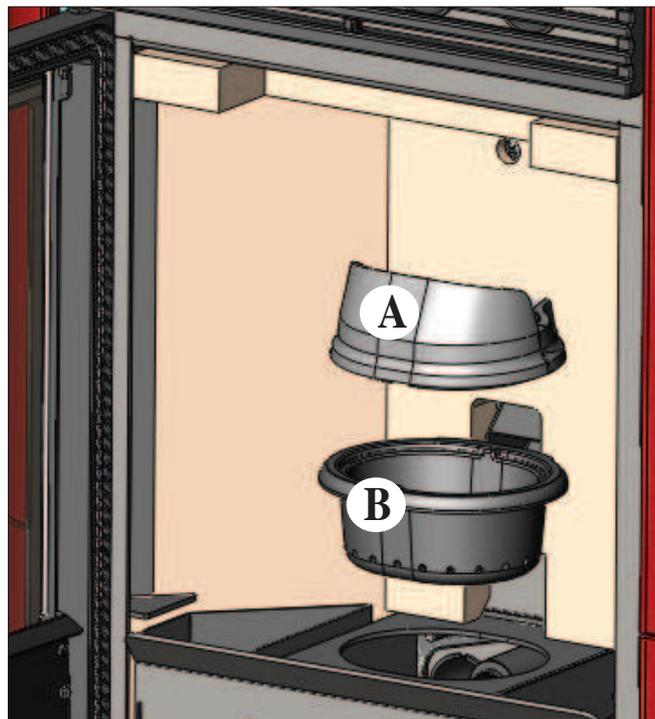
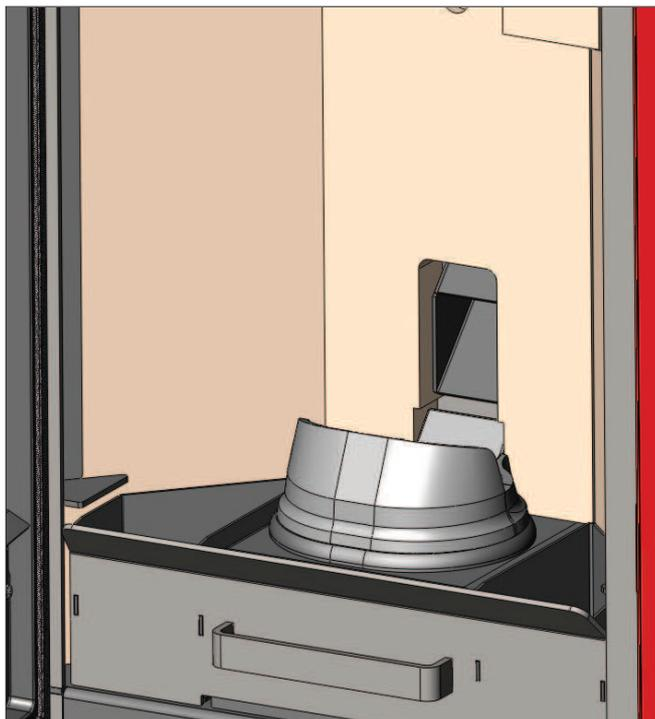

fig. 1
fig. 2
**Dopo la normale pulizia, il NON CORRETTO accoppiamento del crogiolo superiore (A) (fig. 1) con il crogiolo inferiore (B) (fig. 1) può compromettere il funzionamento della stufa. Quindi prima dell'accensione della stufa, assicurarsi che i crogioli siano accoppiati correttamente come indicato in (fig. 2) senza presenza di cenere o incombusti sul perimetro di contatto.**